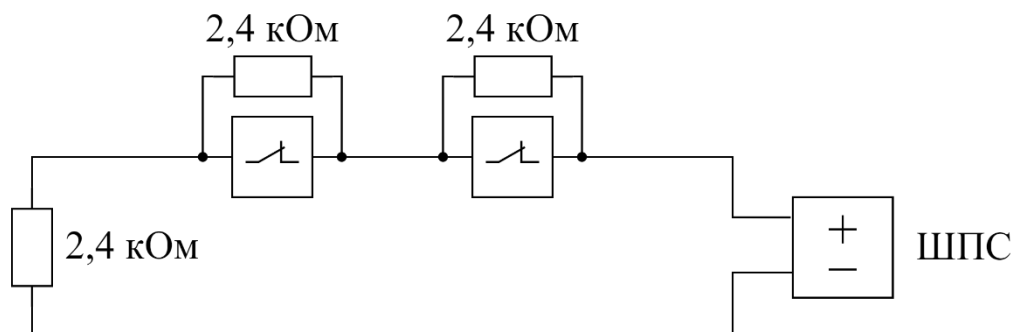

Рис. 9
- Схема подключения **нормально замкнутых** ИП с выходом типа "сухой контакт" (тип шлейфа – пожарный тепловой с распознаванием двойной сработки) представлена на рис. 9.